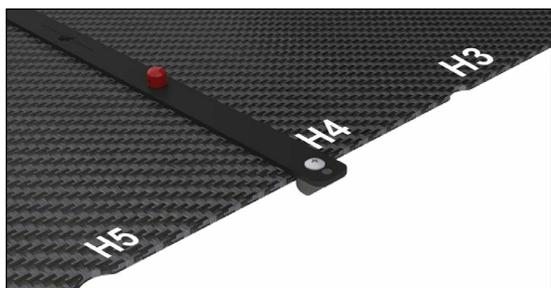

Abb. 1
1. Bringen Sie 2 Indexschienen mit einem Abstand von 1260 mm zueinander (normalerweise 9 Indexkerben) an und lassen Sie sie in ihren Positionen einrasten (Abb. 1 und 2).